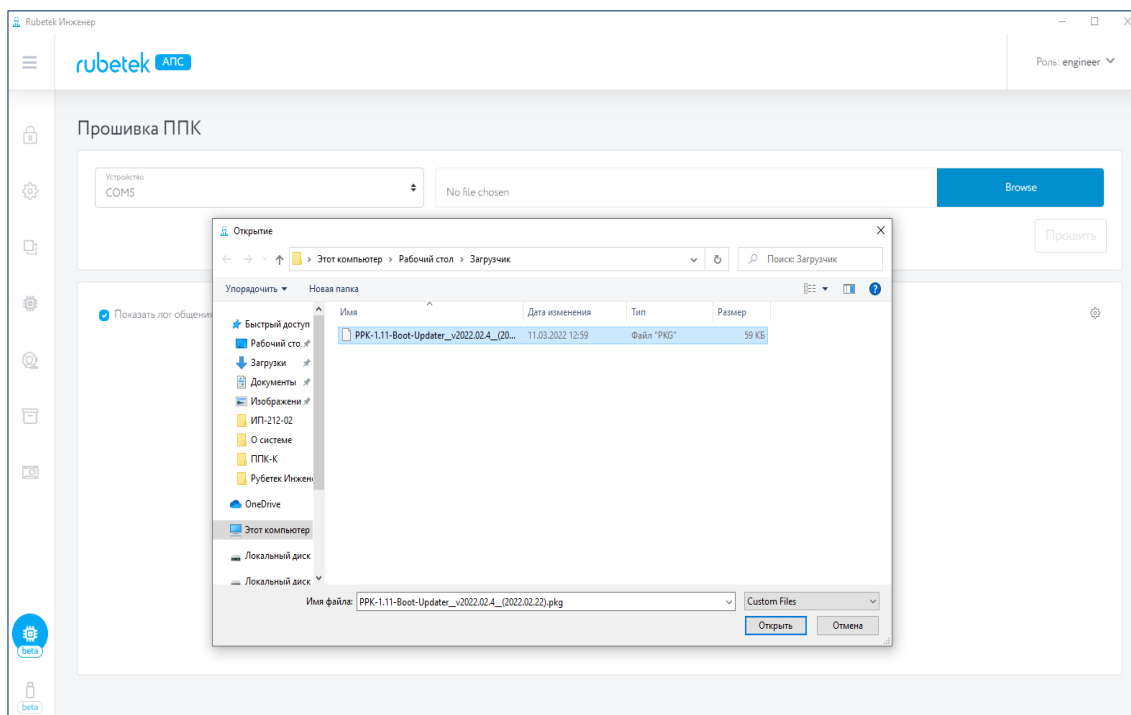

Рисунок 9 - Выбор загрузочного файла
- Выбрать необходимый файл и нажать кнопку **Открыть** см. Рисунок 9;